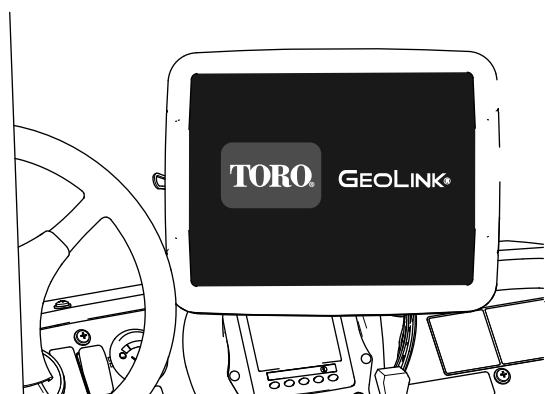

Figura 232
- Consola de control — muestra gráficos y texto (Figura 232)